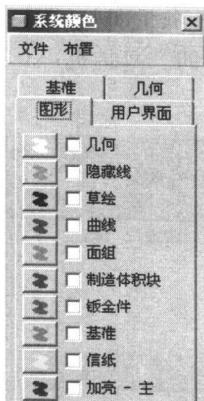

图 1-5 “系统颜色”对话框
(4) 选择“视图→显示设置→系统颜色”命令，打开“系统颜色”对话框来设置背景、几何线、模型的显示颜色等，如图 1-5 所示。
(5) 为了方便绘图，需要关闭“基准平面开/关”、“基准轴开/关”、“基准点开/关”和“坐标系开/关”。